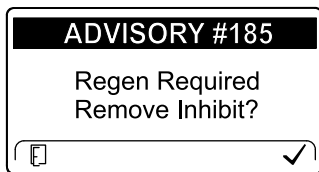

図 43
**注** リセット再生が必要な状態になったのに、リセット再生を「しない」に設定した状態になっている場合、15 分ごとにインフォセンター上にADVISORY #185 が表示されます 図 43。